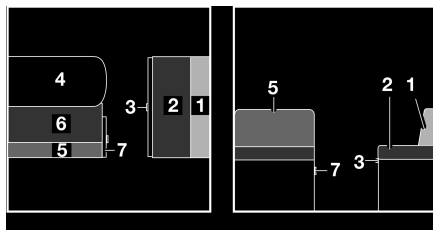

Fig. 127 Avant la transformation
- Agrandir la table (Fig. 127,4) et la transformer en sommier de lit (voir paragraphe 7.7).
- Tirer la poignée et ouvrir le portillon (Fig. 127,7).